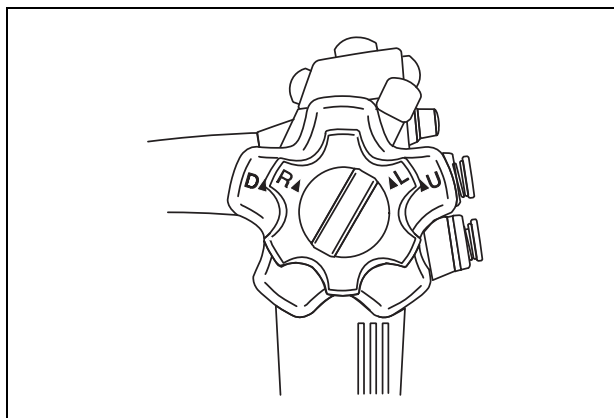

Рис. 3.4
3. Убедитесь в том, что при переводе ручек управления изгибом ВВЕРХ/ВНИЗ и ВПРАВО/ВЛЕВО в соответствующие нейтральные положения, как показано на Рис. 3.4, подвижная часть плавно выпрямляется.